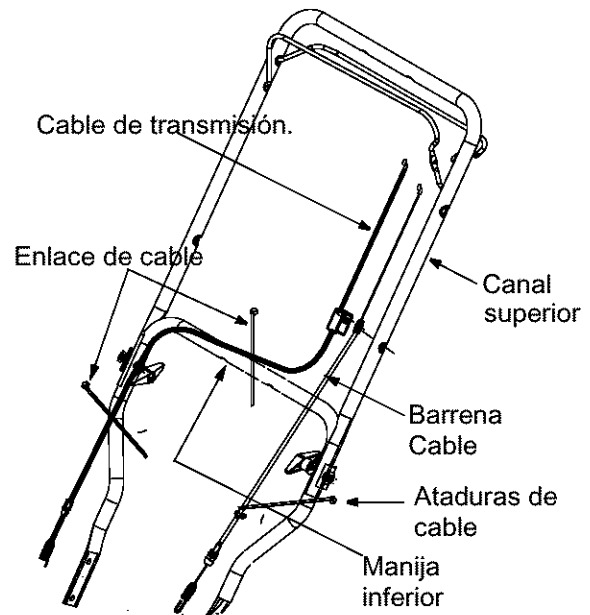

Figura 5
1. Compruebe que el cable de transmisión esté orientado paralelamente a la manija superior izquierda, luego páselo por la parte superior de la manija inferior y finalmente páselo paralelamente a la manija inferior derecha. Ver Figura 5 .
2. Tres ataduras de cables se han utilizado para asegurar los cables de control a la manija más baja. Dos de estas ataduras de cables están en cada brazo, y el tercero en la barra cruzada superior de la manija más baja. Apriete estas ataduras de cables para asegurar los cables a la manija más baja. Véase el Figura 5 .